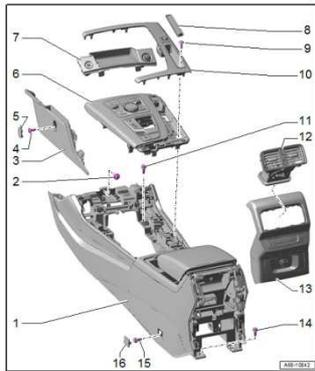

Bild 1
2. hintere Blende abziehen (Bild 1, Punkt 12 + 13)
4. hinter der Abdeckklappe die beiden äußeren Schrauben entfernen (Bild 1, Punkt 15+16)
5. die beiden hinteren, unteren Schrauben lösen (Bild 1, Punkt 14)
7. Schrauben hinter Klappe lösen, Verkleidung nach vorne rausziehen (Bild 1, Punkt 4+5)